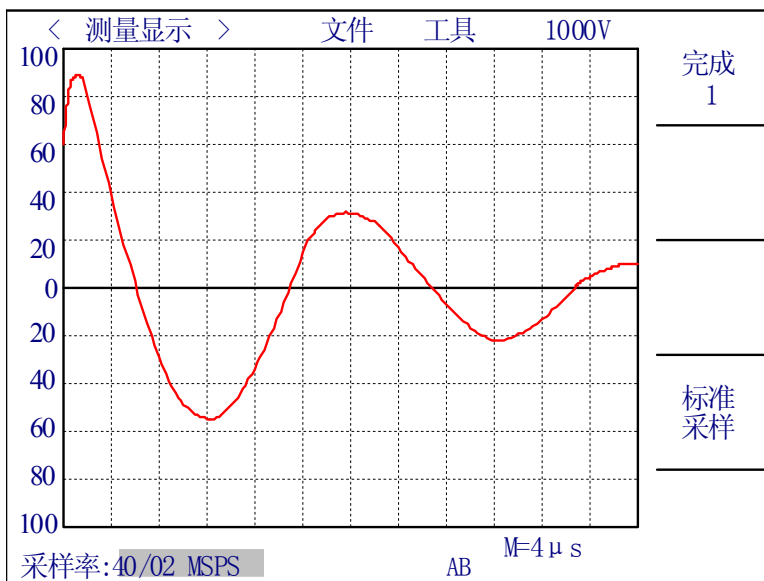
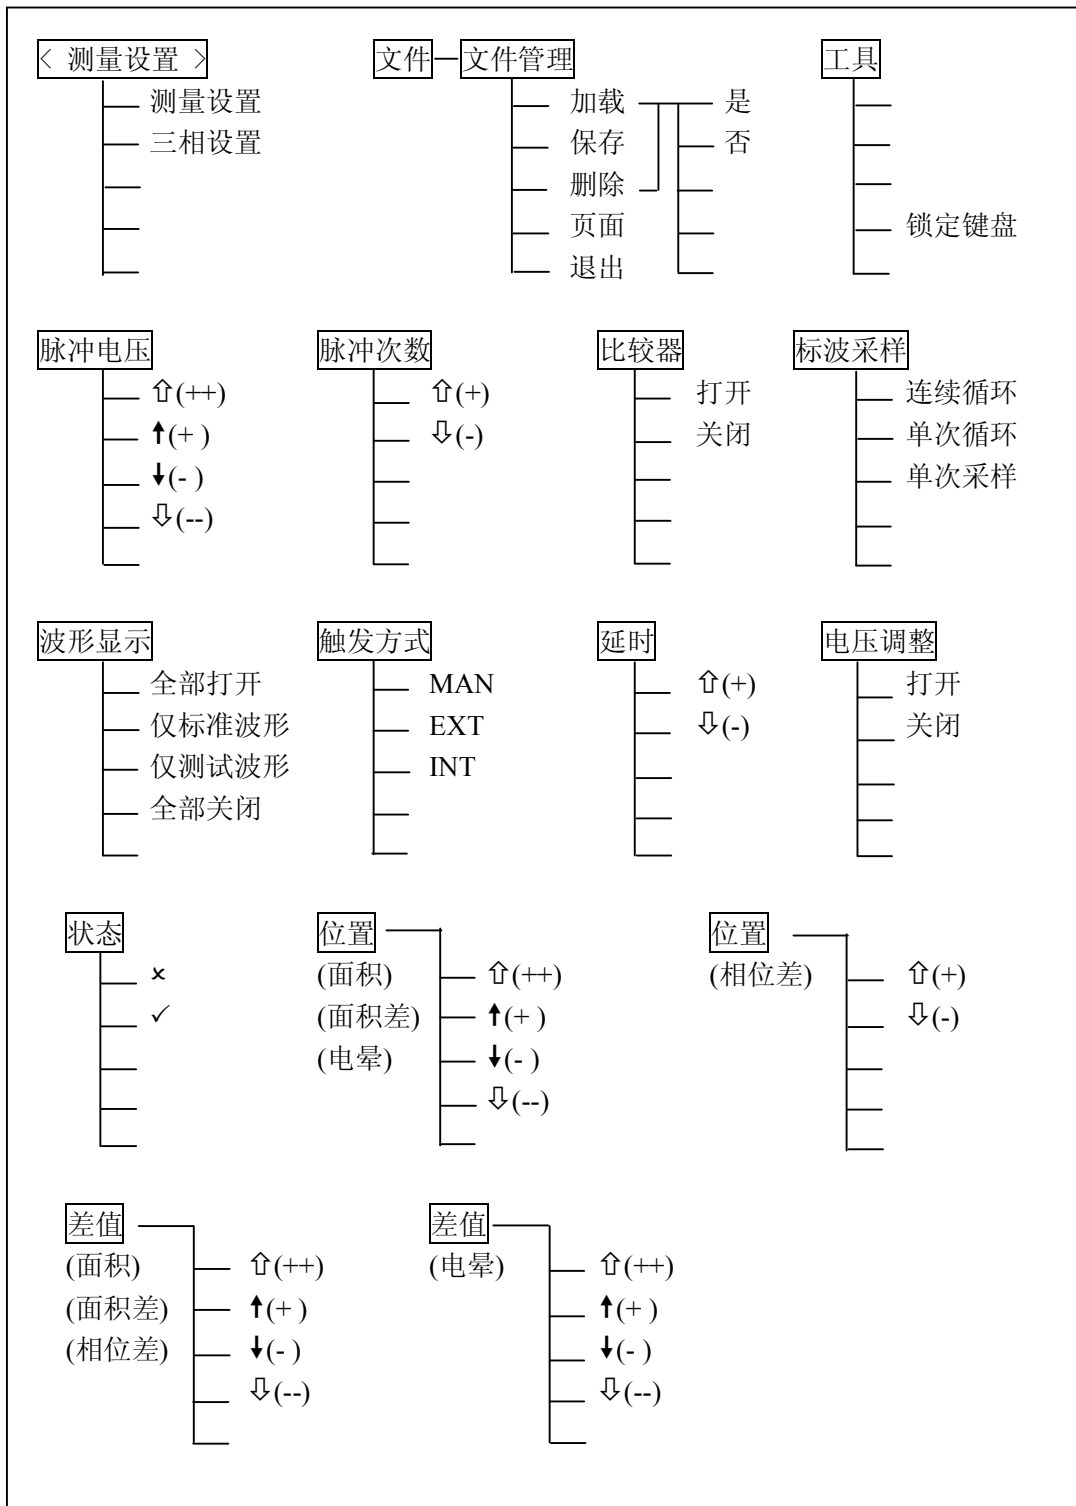

图 4-10 标准波形采样-单次采样
图 4-11 测量设置页面上的可用软键
3. 单次采样：如果用户大概了解被测线圈与谐振电容（2000pF）的振荡频率，那么可以选择单次采样。该方式下可以做样本平均。操作如图 4-10。
按 **SETUP** 菜单按键，或者在三相设置页面按 **三相设置** 软键进入测量设置页面，这个页面主要设置测量参数和比较条件，这些参数包括：脉冲电压(IMP VOLT)、脉冲次数(IMP NUMS)、比较器开关(COMPARATOR)、标准波形采样方式(SWAVE SAMP)、波形显示方式(WAVE DISP)、触发方式(TRIG MODE)、延时(DELAY)、电压调整(VOLT ADJ)，还有四种比较方法的设置。图 4-10 是测量设置页面，图 4-11 是测量设置页面上的可用软键。